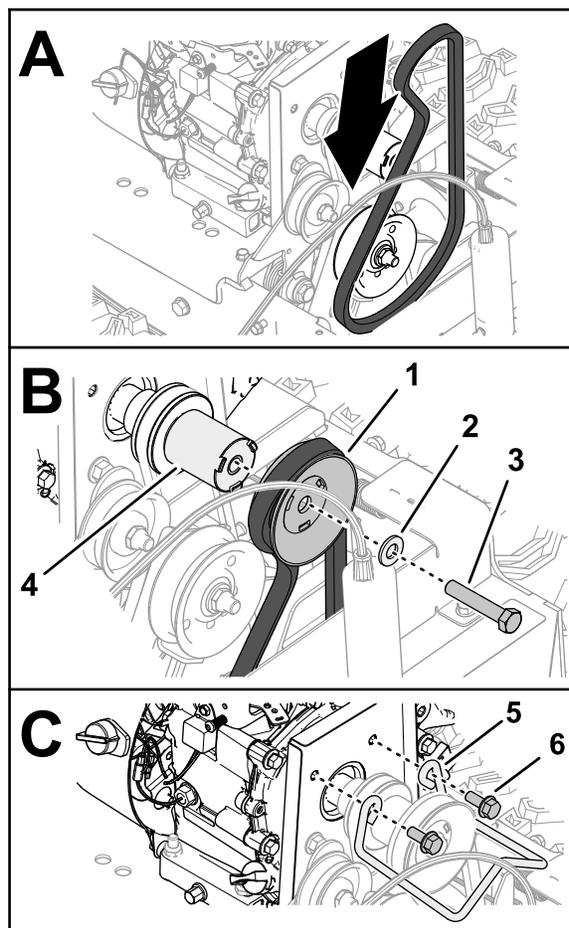

Figure 45
2. Chaussez la courroie de 96 cm (37-1/4 po) dans la gorge de la poulie du vilebrequin (Figure 45).
3. Chaussez la courroie dans la gorge de la poulie d'entraînement du balai (Figure 45).
4. Montez la poulie d'entraînement du balai sur l'entretoise de poulie (Figure 45).
5. Fixez la poulie et l'entretoise sur le vilebrequin (Figure 45) au moyen de la vis d'assemblage ($\frac{3}{8} \times 2$ po).
7. Montez le guide-courroie sur le moteur à l'aide des deux vis à embase (Figure 45).